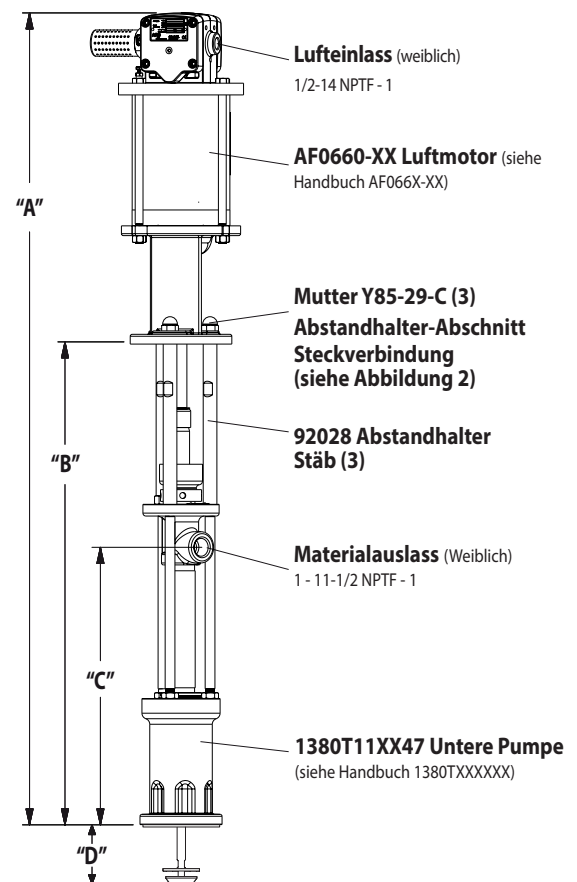

Abbildung 1
- Die drei (Y85-29-C) Muttern an den drei Abstandshalterstangen entfernen (siehe Abbildung 1).